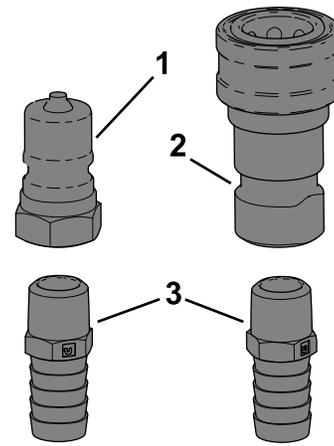

Figura 11
2. Avvitare il raccordo diretto sull'accoppiatore (Figura 11).